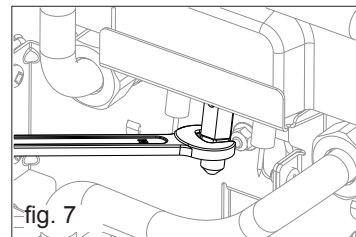

fig. 7
- Extraiga el inyector piloto (fig. 7)